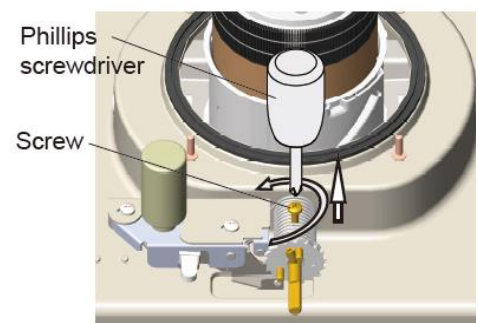

Fig.15
4. Ga met een schroevendraaier tegen de klok in draaien om de schroef van de buis te lossen. (Fig.15)